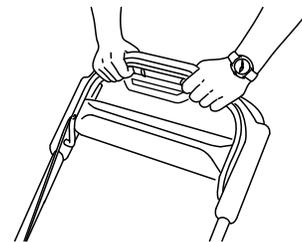

Рисунок 21
3. Удерживайте штангу управления ножом прижатой к рукоятке (Рисунок 21).